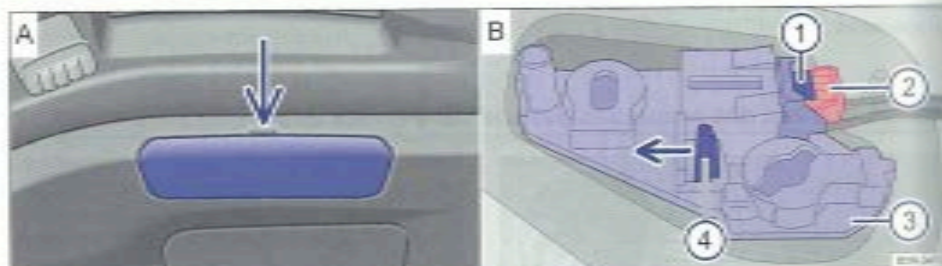

Fig. 229 Dans le hayon : retrait du cache et extraction du porte-ampoules
- Retirez le cache de l'évidement avec précaution en faisant levier à l'aide de la lame plate du tournevis compris dans l'outillage de bord (→ page 386) → fig. 229 A.
- Retirez l'étrier de sûreté rouge ② B comme représenté sur la figure puis débranchez le connecteur électrique lorsque le levier ① B est poussé.
- Poussez la languette de verrouillage ④ B dans le sens de la flèche puis retirez le porte-ampoules ③ B.
- Enfoncez le connecteur électrique dans le porte-ampoules jusqu'à ce qu'il s'enclenche de manière audible. Enfoncez l'étrier de sûreté rouge → fig. 229 ② B.